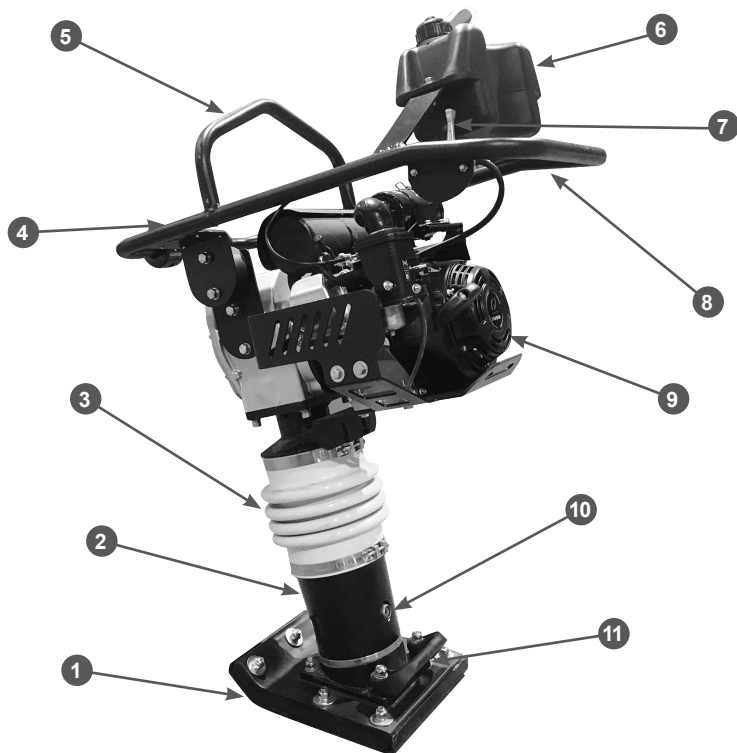

Рис. 1 Основные узлы и органы управления (вид спереди)
Расположение основных узлов и органов управления представлено на Рис. 1.
1. Установить защитную раму 4 (Рис.1).
4. Установить рычаг газа 7 (Рис.1).